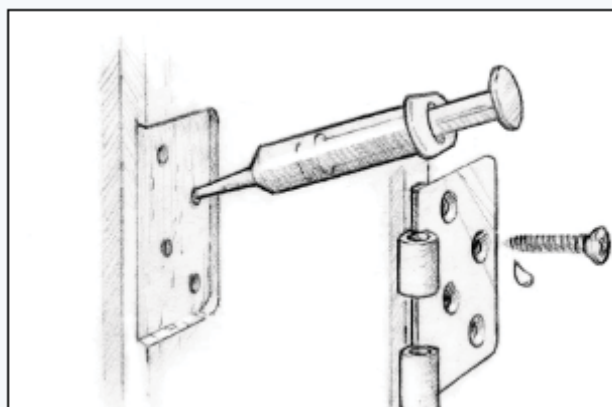

Рис. 15. Пропитайте стандартное направляющее отверстие и вкрутите шуруп
1. Пропитайте направляющее отверстие стандартного размера и введите смесь смолы/отвердителя с помощью шприца (Рисунок 15). Загустите второй слой эпоксидной смолы, насколько это необходимо, для отверстий увеличенного диаметра.